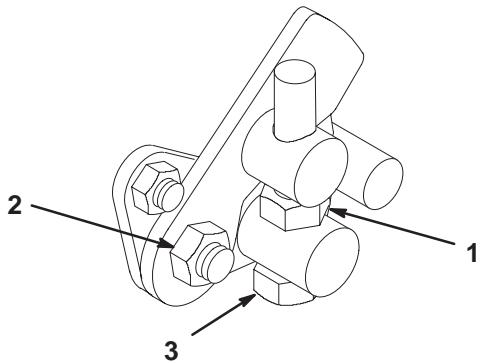

Figure 43
1. Desserrez l'écrou de blocage sur la vis à tête hexagonale (Fig. 43).
4. Serrez l'écrou de blocage de la vis hexagonale et l'écrou du pivot de la pédale pour bloquer le réglage (Fig. 43). Vérifiez le réglage et ajustez-le si nécessaire.